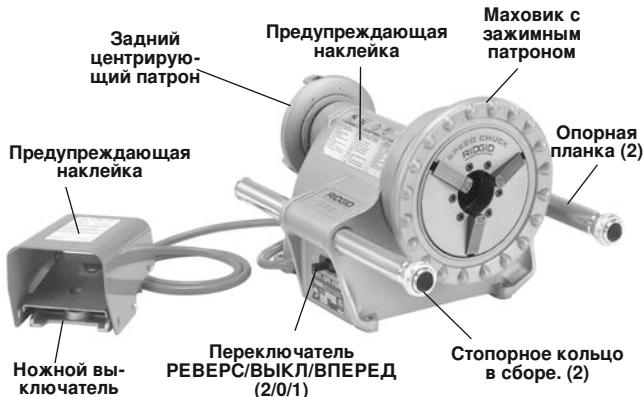

Рис. 1 — Силовой привод мод. №300
- Наличие и разборчивость предупреждающих наклеек. (см. рис. 1, 2 и 7).